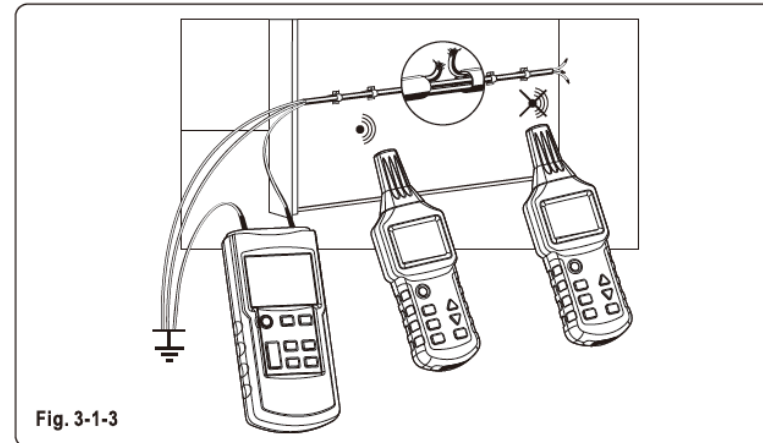

Fig. 3-1-3
- > Toutes les lignes qui ne sont pas nécessaires doivent être connectées à la terre auxiliaire conformément à la figure 3-1-3.
- > Connectez l'émetteur à un fil et à une masse auxiliaire conformément à la figure 3-1-3.